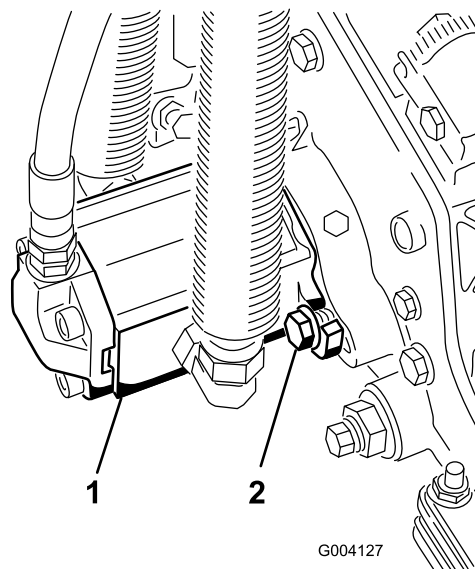

Figura 31
3. Instale o motor rodando-o no sentido dos ponteiros do relógio de forma a que as flanges do motor se afastem dos parafusos (Figura 31).